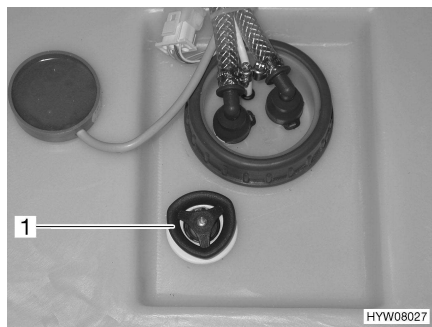

Fig. 100 Depósito de agua con tirador giratorio
- Girar el tirador giratorio (Fig. 100,1) del depósito de agua en sentido contrario a las agujas del reloj sobrepasando la resistencia, para abrir el orificio de salida completamente.